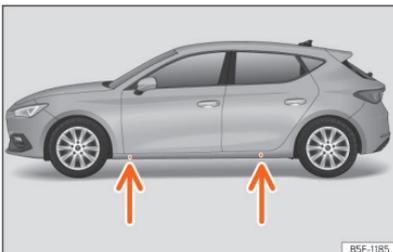

Abb. 243 Aufnahmeplätze für den Wagenheber.
- Suchen Sie am Längsträger die Markierung des Wagenheberaufnahmeplatzes (Eindrückung), die dem zu wechselnden Rad am nächsten liegt >>> (Abb. 243).